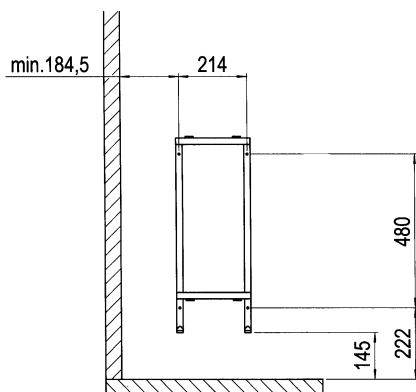

Fig.3
- Fixer le support mural sur la paroi de la cabine avec les 4 vis à bois 5x35 fournies, en respectant les distances minimales précédemment indiquées. (voir Fig.3).